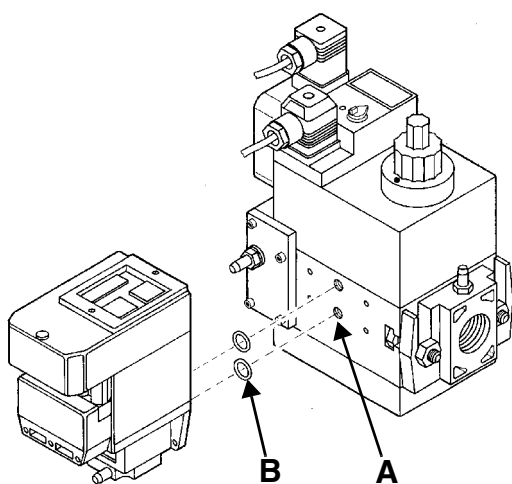
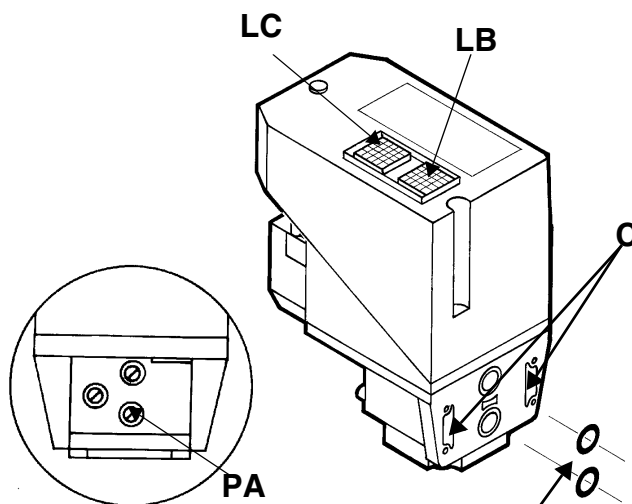

Fig. 46
Fig. 47
- 3 Entfernen Sie die Verschlusschrauben der Baugruppe Multibloc (Fig. 46-A);
- 4 Setzen Sie die Dichtungsringe (10,5 x 2,25) in die VPS 504 ein (Fig. 47-B, Fig. 46-B);
- 5 Schrauben Sie die 4 Dichtigkeitskontrollschrauben (M4 x 16) ein (Fig. 46-C).
Schließen Sie zur Durchführung der Überprüfung ein Manometer an den Druckanschluss **PA** an (Fig. 47). Falls der Zyklus ein positives Ergebnis erbringt, leuchtet nach einigen Sekunden die Kontrollleuchte Freigabe **LC** (gelb) auf. Anderenfalls leuchtet die Kontrollleuchte Sperrung **LB** rot auf. Zum erneuten Starten des Geräts muss es durch Drücken der Taste **LB** entsperrt werden.